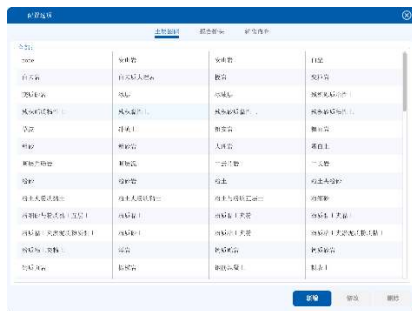

图 8.4 土层图例
1. 土层图例：设置修改、删除、新增图例；如图 8.4 所示。